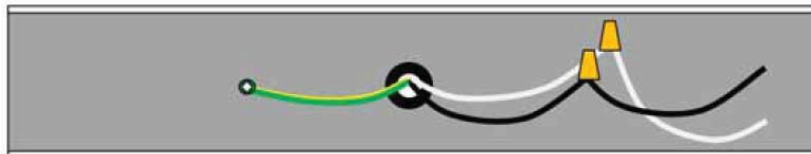

Figure 2
3. Fixez le fil de terre (de la puissance) pour vis de terre ou s'il est déjà fixé, vérifiez la connexion est solide. (Figure 2)